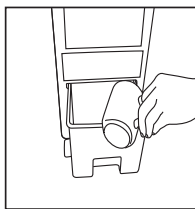

рис. 2
4. Откройте бак для воды и выдвиньте его наружу. Затем налейте воду (см. рис. 2).